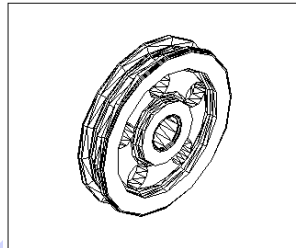

图 14-42
(12) 消隐处理。单击  按钮或者在命令行直接输入 Hide, 结果如图 14-42 所示。